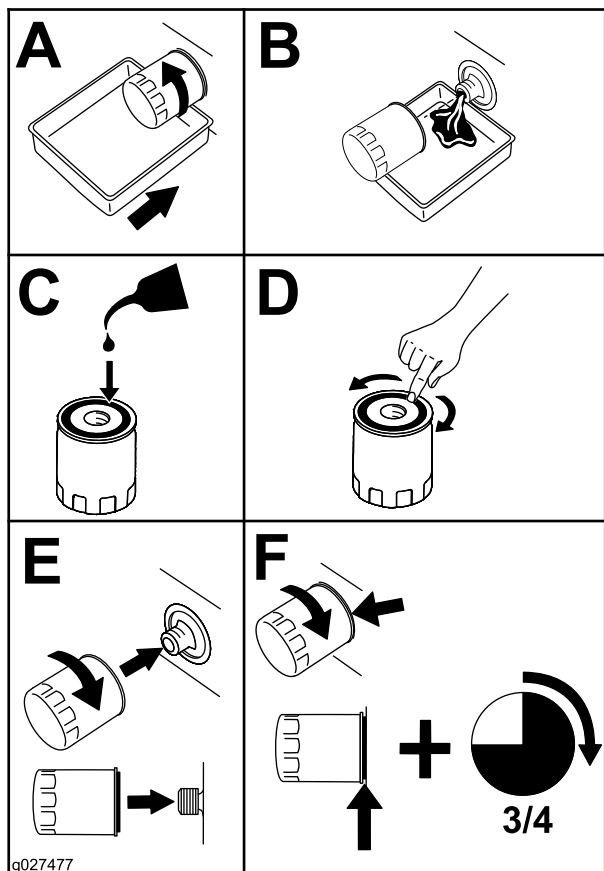

Figura 55
- Sustituya el filtro de aceite del motor (Figura 55).